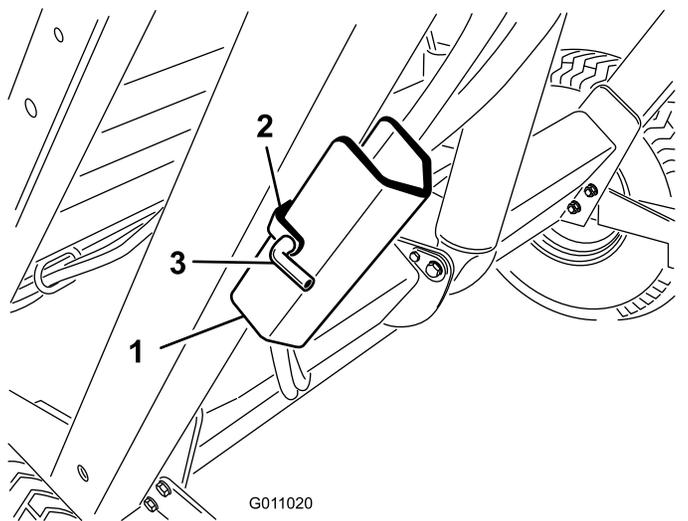

图26
2. 拆下把安全支架固定到机器机架的储物支架上的发卡销图26。拆下安全支架。